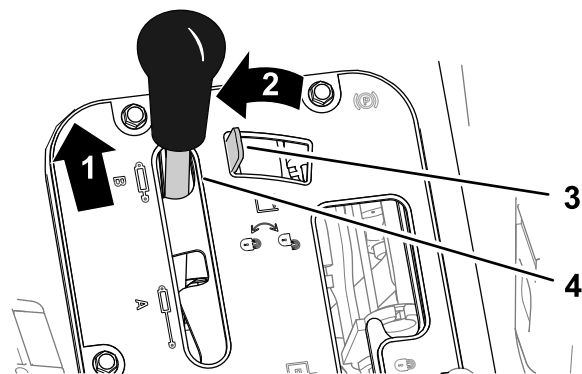
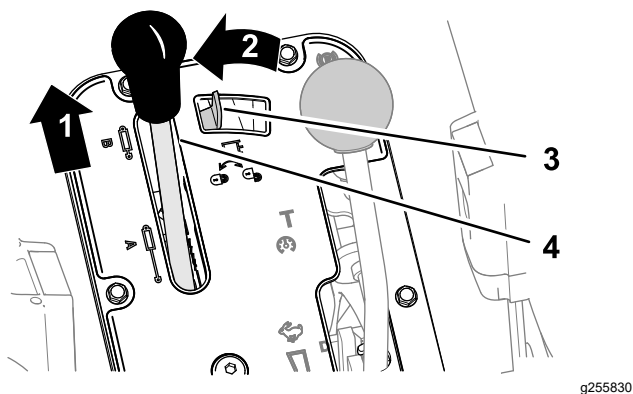

Figura 89
Figura 90
1. Empuje hacia adelante la palanca de elevación hidráulica (Figura 89 o Figura 90).
- Mueva el bloqueo de elevación hidráulica a la izquierda para activar el bloqueo (Figura 89 o Figura 90).